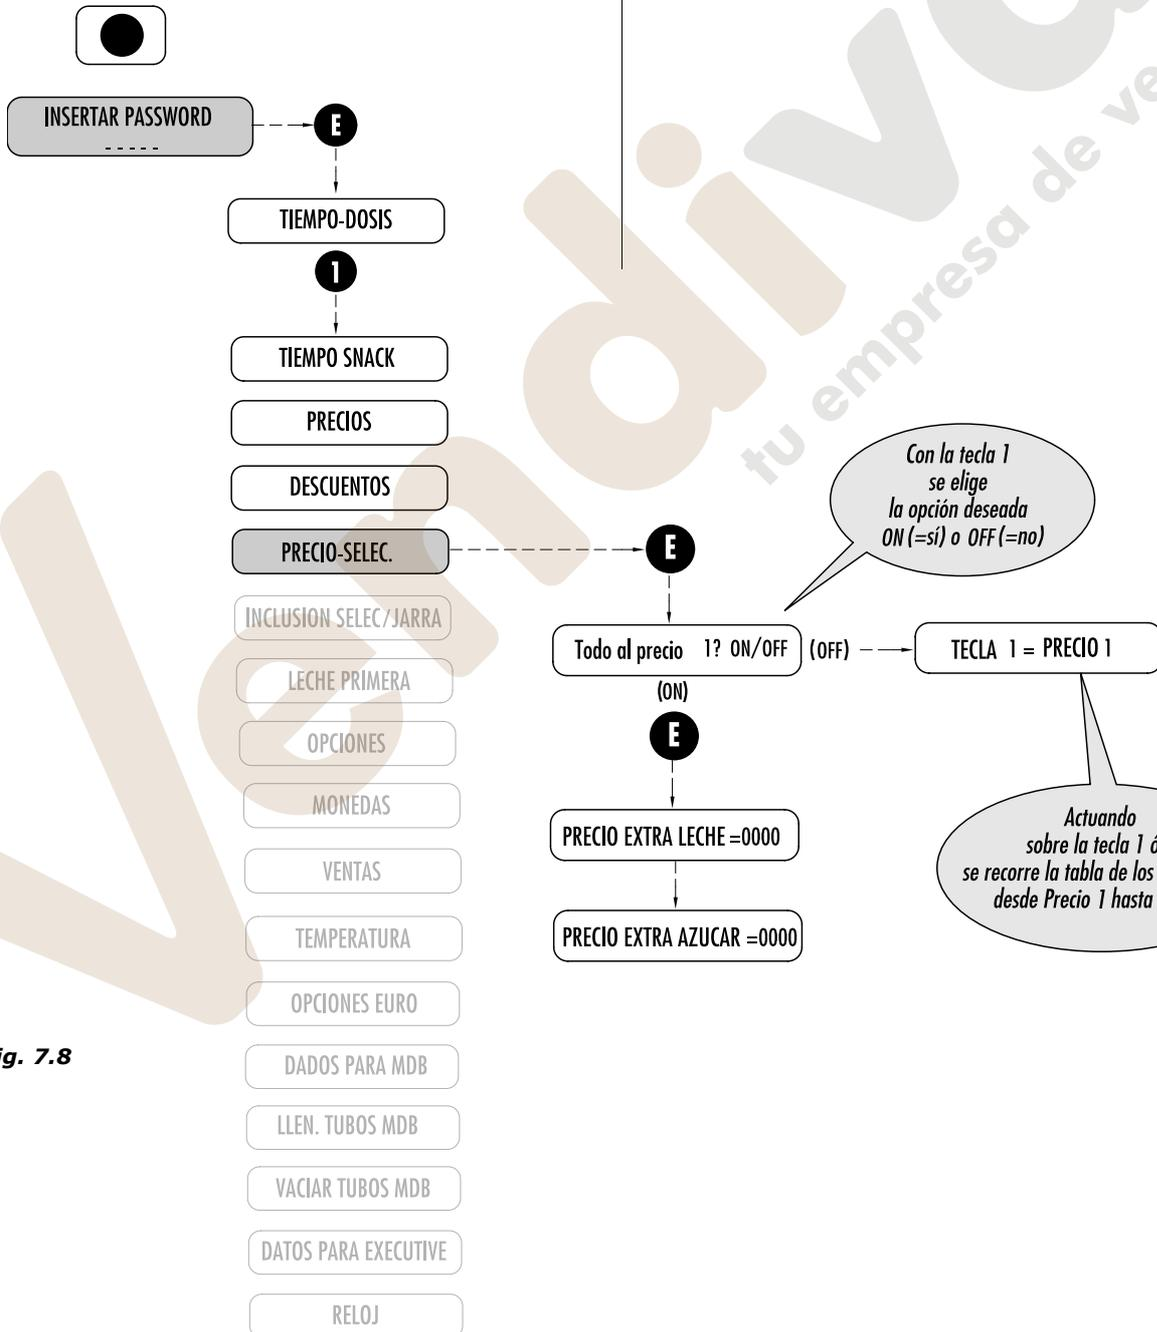

Fig. 7.8
**7.2.5 PRECIO SELECCIÓN (Fig. 7.8)**